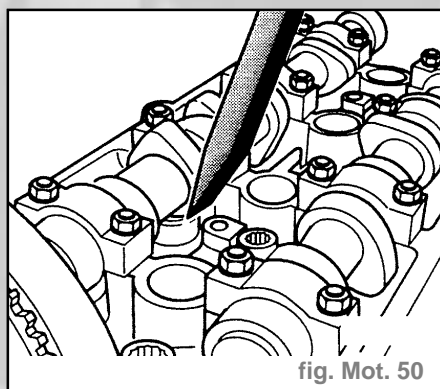

fig. Mot. 50
- enfoncer le poussoir en coupelle vers le bas à l'aide d'une cale en bois ou en matière plastique. Si une course est supérieure à **0,2 mm** est perceptible jusqu'à l'ouverture de la soupape, remplacer le poussoir (fig. Mot. 50).